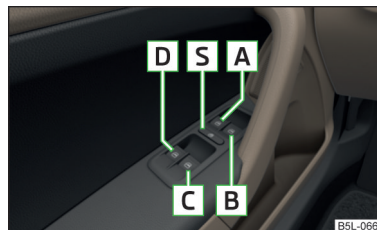

Fig. 21
- Când se transportă copii pe locurile din spate, vă recomandăm să scoateți din funcțiune comutatoarele din portierele din spate (comutatorul de siguranță) **S** » fig. 21 la pagina 43.
Tastele macaralelor geamurilor » fig. 21.
Prin apăsarea comutatorului de siguranță **[S]** » fig. 21, puteți scoate din funcțiune tastele acționării geamurilor din portierele din spate. Apăsând încă o dată comutatorul de siguranță **[S]**, puteți restabili funcționarea tastelor acționării geamurilor din portierele din spate.
- Mențineți tasta **A**¹⁾ în poziție de deschidere » fig. 21 la pagina 43.
- Mențineți tasta **A**¹⁾ în poziție de închidere » fig. 21 la pagina 43.